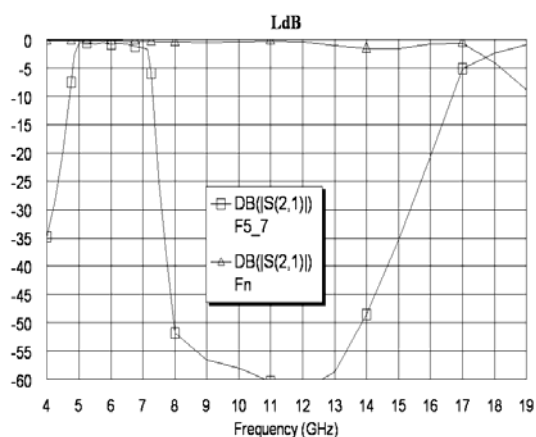

Рис. 3.193
11. Откройте вкладку **Proj** в левом окне проекта. Сделайте активным окно графика **LdB** и щёлкните по значку **Analyze** на панели инструментов. График показан на рис. 3.193.